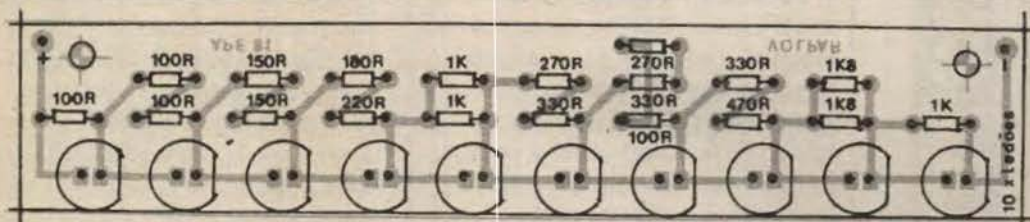

Fig. 3
- FIG. 3 - CHAPEADO DA MONTAGEM - Sempre em tamanho natural (para facilitar as conferências e verificações comparativas...), temos agora a placa vista pela sua face não cobreada, todos os componentes posicionados, identificados pelas suas estilizações, valores, polaridades, etc. A coisa é tão